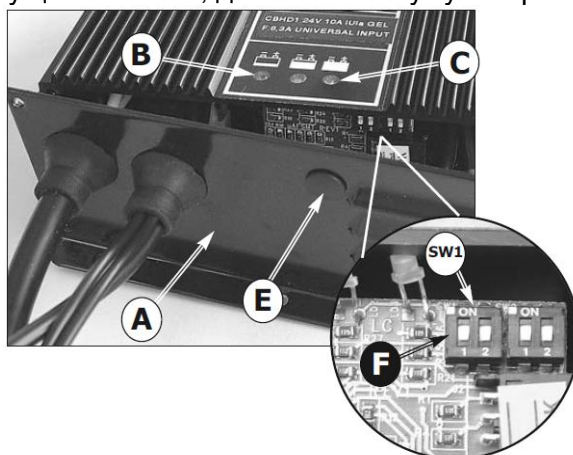

Рисунок 16
- **Светодиодный индикатор КРАСНОГО цвета (рисунок 16-B) мигает 2 раза =** зарядное устройство настроено для зарядки **свинцового** аккумулятора.
- **Светодиодный индикатор ЗЕЛЕНОГО цвета (рисунок 16-C) мигает 2 раза =** зарядное устройство настроено для зарядки аккумуляторов типа «GEL/AGM» или «ОПТИМА».
Для того чтобы настроить кривую зарядания для свинцового аккумулятора, или аккумуляторов «GEL/AGM», **необходимо разместить двухрядные переключатели в зарядном устройстве (рисунок 16-D, F).**
Для доступа к двухрядным переключателям необходимо снять нижнюю панель зарядного устройства (рисунок 16-A). Также, можно снять пластиковую крышку (рисунок 16-E).